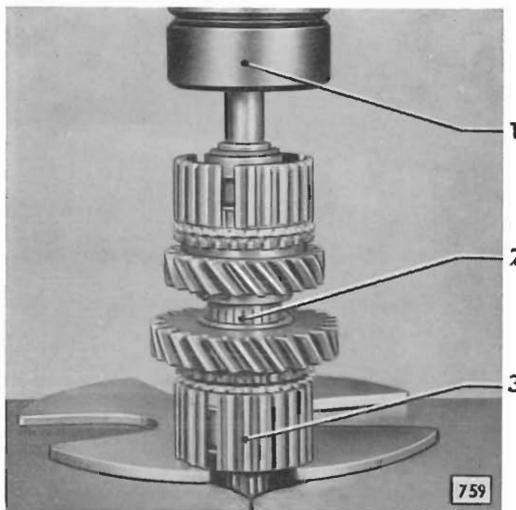

Bild 42 - Synchronkörper auf Hauptwelle aufpressen
23. Synchronkörper für 1. und 2. Gang (42/3) auf Hauptwelle (42/2) so aufpressen, daß die beim Ausbau gekennzeichneten Zahnpaare wieder ineinandergreifen. Hierzu Abdrückplatte SW-194 unterlegen (Bild 42).